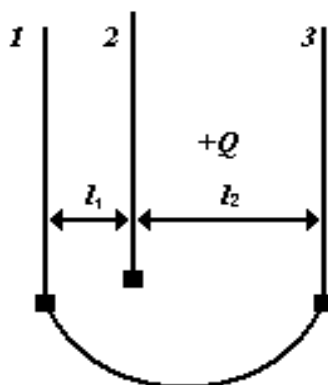

Рис.14
4. На рис. 14 показаны три плоские параллельные проводящие пластины. Пластина 2 сообщается заряд $+Q$, а предварительно незаряженные пластины 1 и 3 соединили проводником. Определите силу электростатического взаимодействия пластины 2 с пластинами 1 и 3. Площадь, каждой пластины S , расстояние между пластинами l_1 и l_2 много меньше их размеров (рис.14).